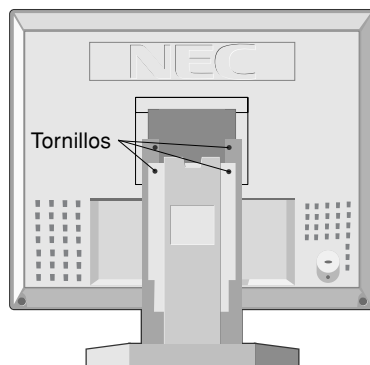

Figura R.2
NOTA: Para poder retirar con facilidad el conducto del cable o el cable de señal, coloque el monitor boca abajo. (**Figura R.2**)
3. Coloque el monitor hacia abajo sobre una superficie no abrasiva. (sitúe la pantalla sobre una plataforma de 32 mm haciendo coincidir el orificio con la posición del tornillo) (**Figura R.2**).
4. Retire los 4 tornillos que unen el monitor al soporte y levante el equipo del soporte (**Figura R.2**); el monitor ya se puede montar de otra forma.